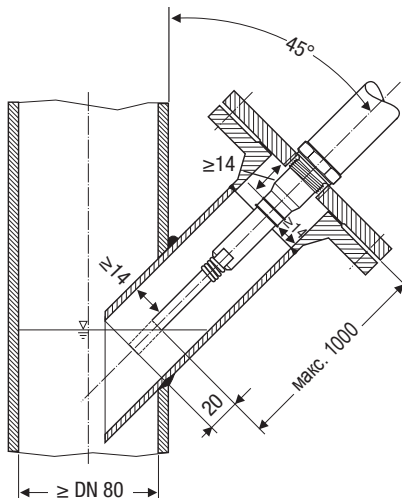

Рис. 16 Наклонный монтаж, например, в стойки подающих магистралей водогрейных установок или резервуаров
- Угол наклона электрода не должен превышать 45°, длина электродного стержня ограничена при этом 1000 мм. **Рис. 16, 20**